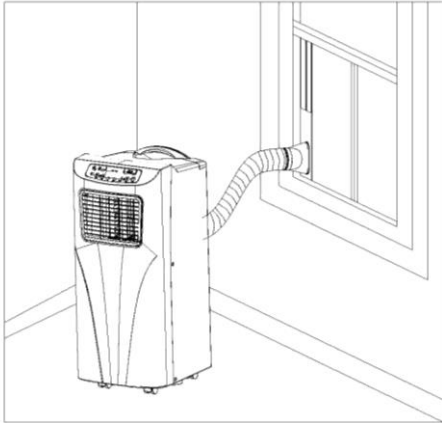
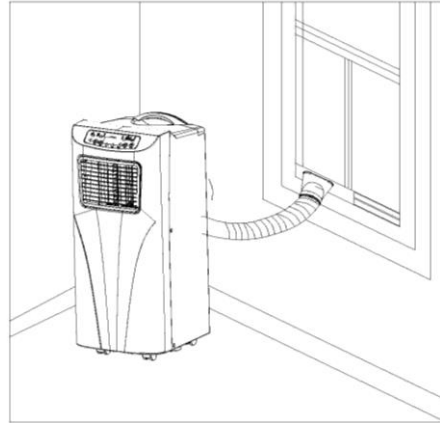

Figure 5
Figure 6
2) Allongez le tuyau d'échappement (comme indiqué sur les Fig.5 et Fig.6)